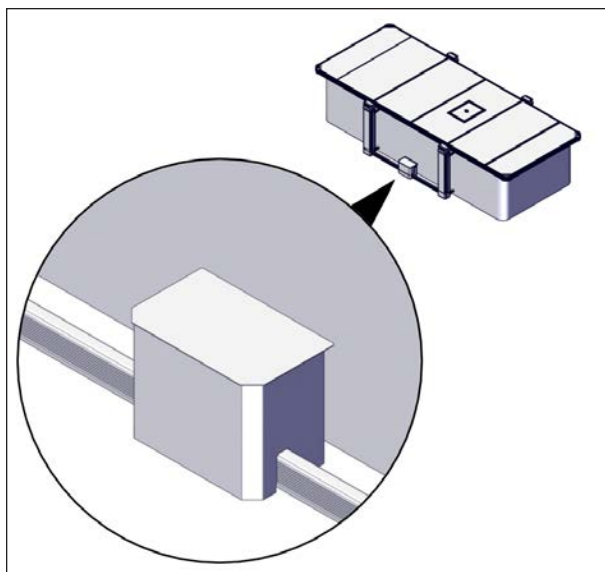

FIGURE 89: INSTALLATION DU BOÎTIER DE LA BOÎTE DE COMMANDE
6. Glisser le boîtier de la boîte de commande sur le profilé en U, voir Figure 89.